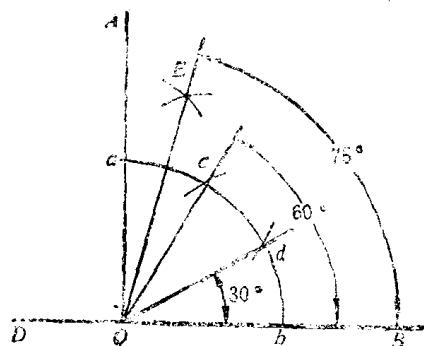

图 2-16 划角度线
2) 划 30° 、 60° 、 75° 、 120° 线 先作直角线，后以直角的顶点 O 为圆心，适当的长为半径划圆弧，交直角线于 c 、 b ，再分别以 a 、 b 为圆心，以原 R 为半径划弧，与弧 ab 相交于 c 和 d 点，连接 oc 、 od ，即得 60° 、 30° 角，平分 $\angle AOC$ 得 $\angle AOE$ 为 15° ， $\angle BOE$ 为 75° ，延长 BO ，则得 $\angle DOC$ 为 120° （见图2-16）。
(4) 圆弧连接的划法